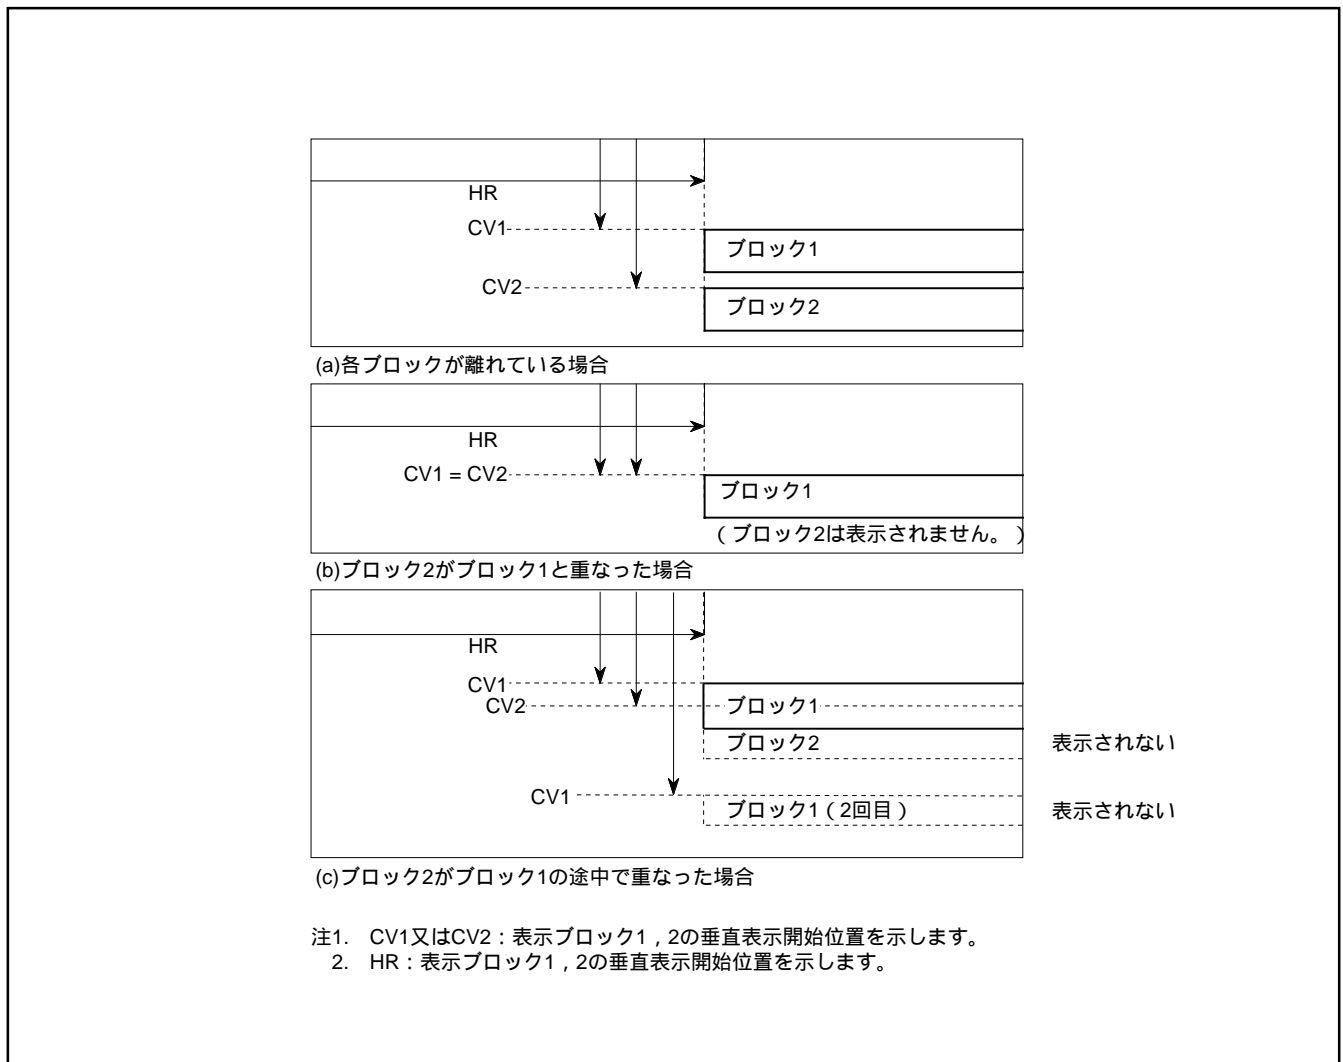

図8.11.4 表示位置
- ・ ブロック2はブロック1の表示が完全に終了した後、表示されます（図8.11.4の(a)）。
- ・ ブロック1とブロック2が重なった場合（図8.11.4の(b)）、ブロック1が前面に表示されます。
- ・ ブロック1の表示中に、ブロック2の表示開始位置がきた場合（図8.11.4の(c)）は、ブロック1のみ表示され、ブロック2は全く表示されません。同様に多行表示をする場合、ブロック2の表示が完全に終了しないと次のブロック1は表示されません。